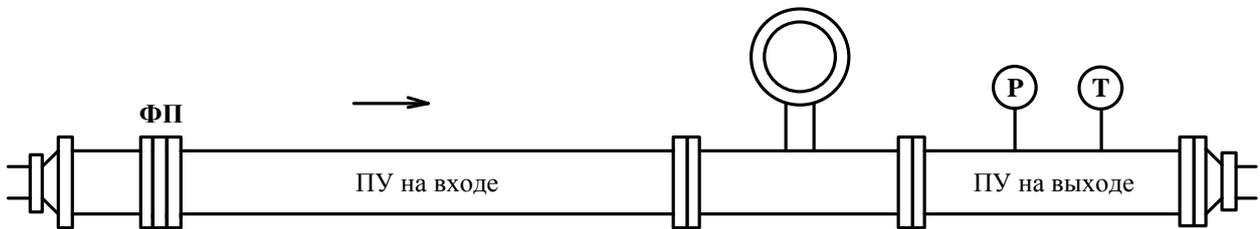

Рисунок 2.3 – Установка диффузора перед входным прямым участком
2.2.7.1.2 Если диаметр  $d$  больше диаметра трубопровода, то конусный переход устанавливается на входе в прямой участок (рисунок 2.3).